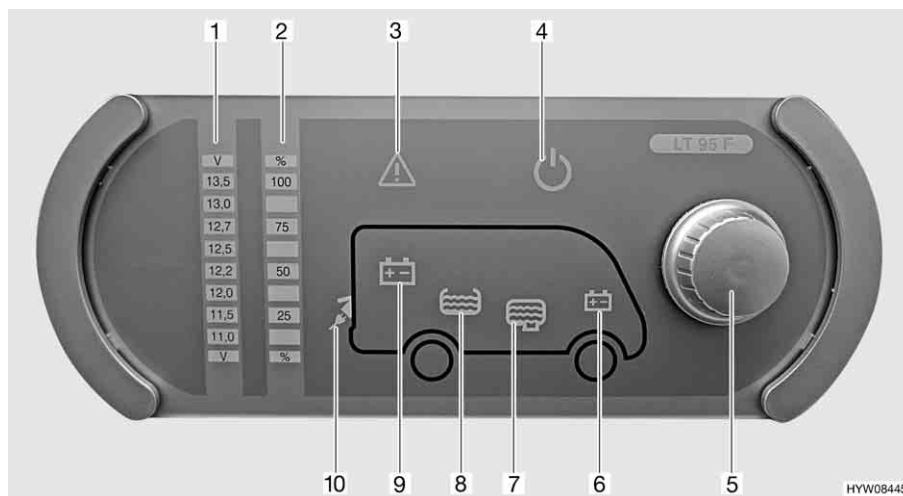

Fig. 64 Pannello di controllo (LT 95)
Il pulsante a rotazione (Fig. 64,5) inserisce o disinserisce il pannello di controllo e l'alimentazione a 12 V dell'abitacolo.
**Accensione:** ■ Premere il pulsante a rotazione (Fig. 64,5): L'alimentazione a 12 V dell'abitacolo è inserita. La spia di controllo a 12 V (Fig. 64,4) diventa verde.
**Spegnimento:** ■ Premere il pulsante a rotazione (Fig. 64,5): L'alimentazione a 12 V dell'abitacolo è disinserita. La spia di controllo a 12 V (Fig. 64,4) si spegne.
Mediante il pulsante a rotazione (Fig. 64,5) si possono interrogare sia la tensione della batteria dell'abitacolo che la tensione della batteria di avviamento. La tensione viene visualizzata sulla scala indicatore per la tensione della batteria (Fig. 64,1).
- Ruotare il pulsante a rotazione (Fig. 64,5), finché si accende il simbolo della batteria della quale deve essere interrogata la tensione.
Viene indicata la tensione della batteria dell'abitacolo (Fig. 64,9)
Viene indicata la tensione della batteria di avviamento (Fig. 64,6)
- Leggere la tensione sulla scala indicatore della tensione della batteria (Fig. 64,1).
Mediante il pulsante a rotazione (Fig. 64,5) si possono interrogare sia il livello del serbatoio dell'acqua che il livello del serbatoio delle acque grigie. Il livello viene visualizzato sulla scala indicatore livello dei serbatoi (Fig. 64,2).
- Ruotare il pulsante a rotazione (Fig. 64,5), finché si accende il simbolo del serbatoio del quale deve essere interrogato il livello.
Viene indicato il livello del serbatoio dell'acqua (Fig. 64,8)
Viene indicato il livello del serbatoio delle acque grigie (Fig. 64,7)
- Leggere il livello sulla scala indicatore del livello serbatoio (Fig. 64,2).
La spia luminosa Alarm (Fig. 64,3) lampeggia non appena i valori limite fissati vengono superati per eccesso o per difetto.
La spia luminosa Alarm (Fig. 64,3) lampeggia non appena la tensione della batteria scende al di sotto di 11 V. Se l'alimentazione a 12 V è accesa, si accende anche il relativo simbolo della batteria (Fig. 64,6 o 9), e l'indicatore "11,0" sulla scala indicatore della tensione della batteria (Fig. 64,1) lampeggia. Rischio di uno scaricamento totale della batteria.
La spia luminosa Alarm (Fig. 64,3) lampeggia ed il relativo simbolo del serbatoio (Fig. 64,7 o 8) si accende non appena il serbatoio dell'acqua è vuoto o il serbatoio delle acque grigie è pieno.
La spia di controllo a 230 V (Fig. 64,10) si accende quando all'ingresso della centralina elettrica è presente una tensione di rete.